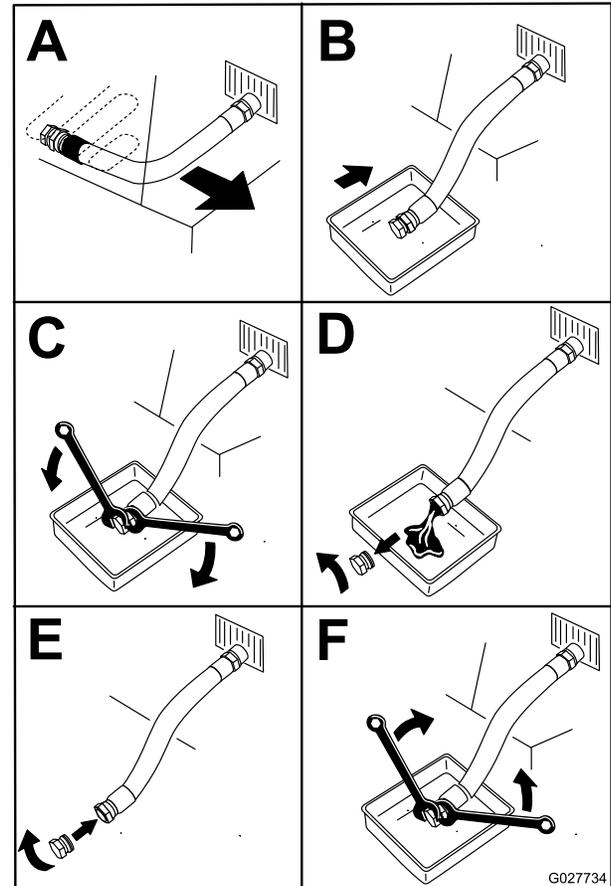

Figura 52
3. Pare el motor, retire la llave y espere a que se detengan todas las piezas en movimiento antes de abandonar el puesto del operador (Figura 52).